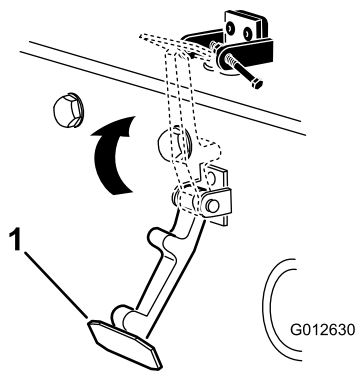

**Bild 14**
- Hinweis:** Die Riegelhalterung muss an der Haube anliegen (Bild 14). Nehmen Sie die Schraube und Mutter nicht vom Halterungsarm für den Riegel ab.
5. Nieten Sie die Halterungen und Scheiben an die Haube (Bild 14).